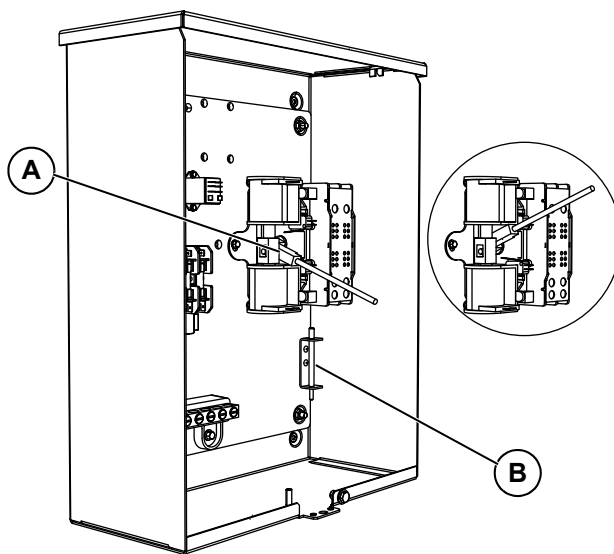

Figura 3-5: Compartimiento lateral abierto
Con el interruptor de transferencia se envía una manija manual. Vea la 1 en la Figura 3-5. La operación manual debe ser comprobada ANTES de que el interruptor de transferencia sea accionado eléctricamente. Para comprobar la operación manual, proceda como sigue:
Antes de continuar, verifique la posición del interruptor observando la posición de la manija de operación manual en la Figura 3-5. Si la manija está hacia ARRIBA, los contactos están cerrados en la posición NORMAL (SERVICIO PÚBLICO), no se requiere ninguna acción adicional. Si la manija está ABAJO, continúe con el Paso 1.
1. Con la manija insertada en el brazo portador del contacto móvil (vea A en la Figura 3-5), mueva la manija hacia ARRIBA. Asegúrese de sostener firmemente la manija, dado que se moverá rápidamente después de la mitad del recorrido.
2. Retire la manija de operación manual del brazo portador del contacto móvil. Devuelva la manija al soporte de almacenamiento (vea B en la Figura 3-5).
Antes de continuar, verifique la posición del interruptor observando la posición de la manija de operación manual en la Figura 3-5. Si la manija está ABAJO, los contactos están cerrados en la posición de GENERADOR (RESPALDO), no se requiere ninguna acción adicional. Si la manija está ARRIBA, continúe con el Paso 1.